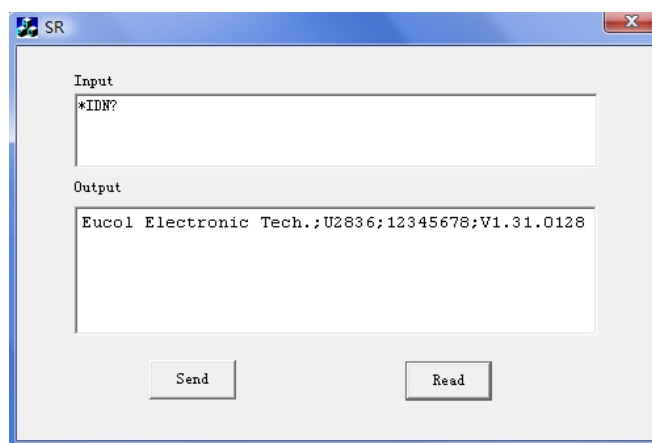

图 4-1-7
7. 保存、编译并运行程序，得到可执行文件。当仪器与PC机成功相连时，在Input下编辑框中输入一条命令，如\*IDN? (\*IDN?为默认输入命令)，按“Send”按钮，再按“Read”按钮，仪器返回的结果将显示在Output下编辑框中。如图4-1-7所示。